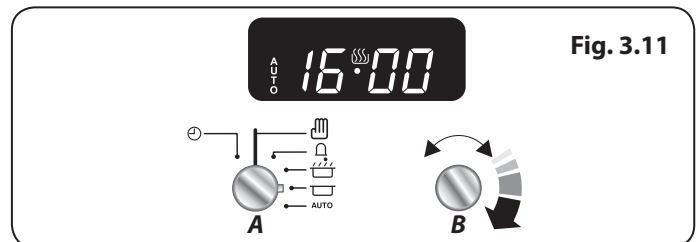

Fig. 3.11
3. Tournez le bouton Réglage (B) pour régler l'heure à laquelle vous souhaitez que votre four s'arrête (**Fig. 3.11**).